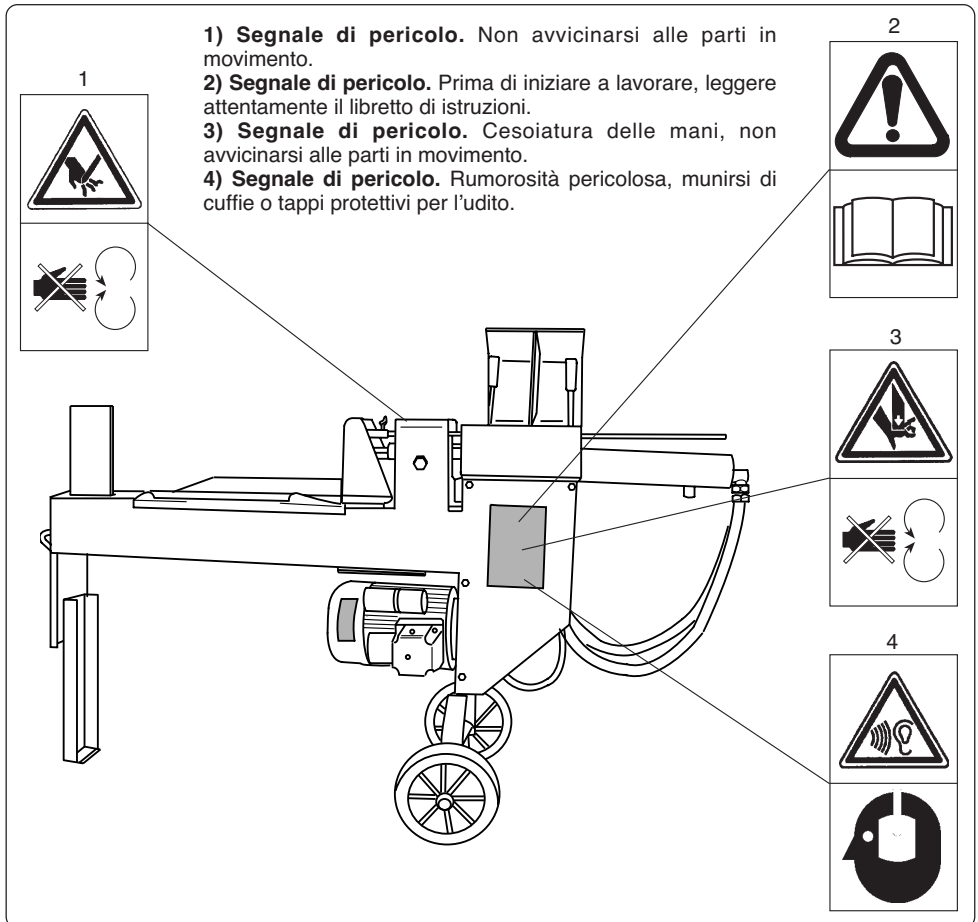

Fig. 6 Posizione degli adesivi di segnalazione pericolo sulla macchina.
1) controllare il livello dell'olio idraulico tramite l'asta inserita nel tubo di riempimento (vedi fig. 6), sull'asta e' incisa una tacca che delimita il livello massimo;